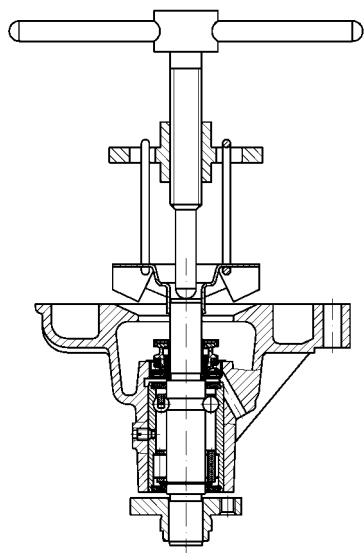

Рис. 132. Снятие крыльчатки
- с помощью съемника снять крыльчатку (рис. 132);